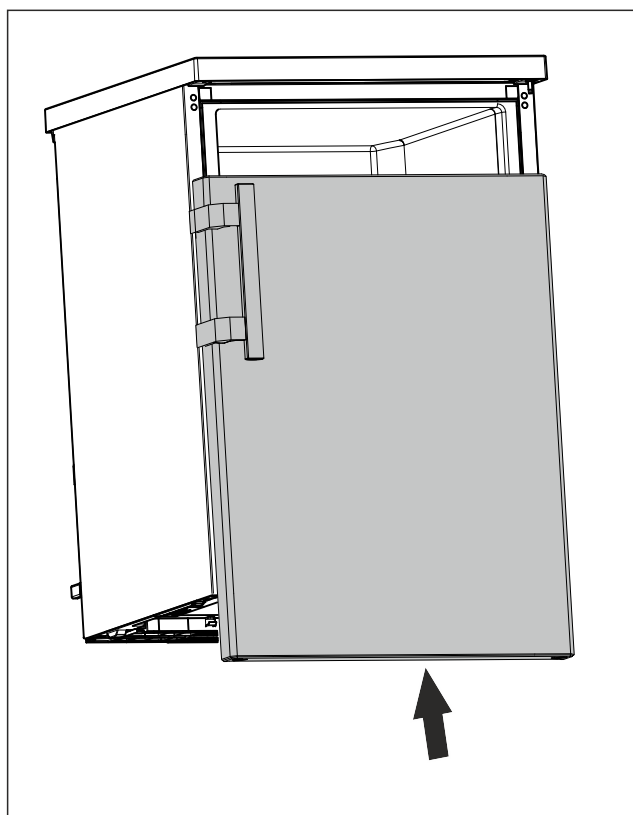

Fig. 23
- ▶ Pousser la porte fermée sur l'axe supérieur. (voir Fig. 23)